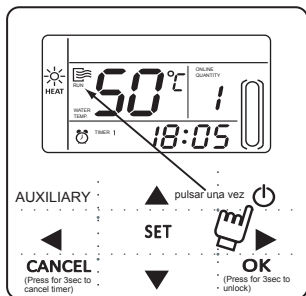

Fig.4-1
- 1) Usar un destornillador plano para desancilar las pestañas de la parte inferior del control cableado (poner atención al sentido de las pestañas, de lo contrario se dañará la placa trasera) (Fig. 4.1)